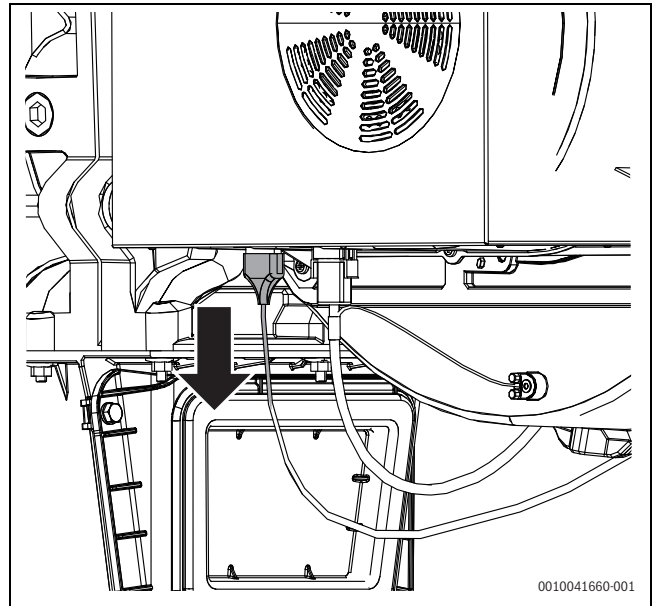

Рис. 8 Извлечение штекера из вентилятора
- ▶ Извлеките штекер на вентиляторе (→Рис. 8).